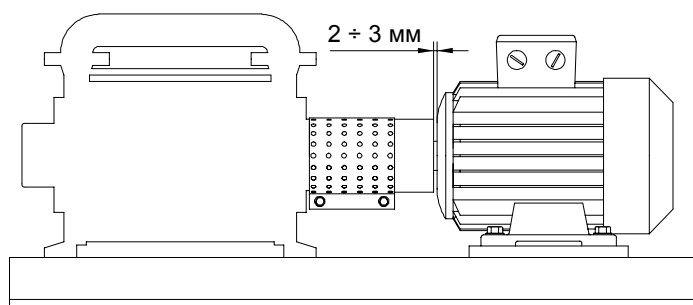

Рис. 15
- 11 - Установить накладку, внутри которой может иметься удлинитель, на зацепление, предусмотренное на насосе, блокируя два крепежных винта, убедившись в том, что расстояние безопасности между удлинителем и двигателем составляет около $2 \div 3$ мм (см. рис. 15).